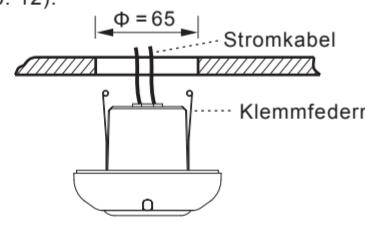

Abb. 12
4.4.2.4 Schließen Sie die beiden Klemmfedern am Bewegungsmelder an und stecken Sie den Melder in das in die Decke gehoberte Loch (s. Abb. 12).